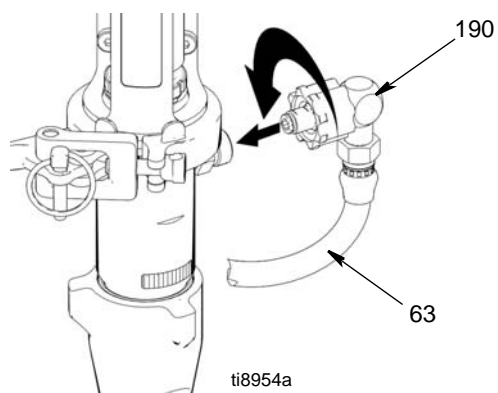

FIG. 25
6. (Fig. 25) Far scorrere il carter dei manicotti (193) verso il basso sui manicotti di giunzione (179).